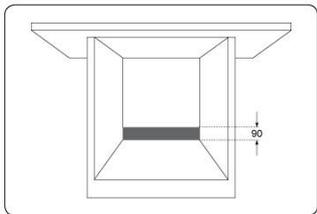

图2
- 当总电源的插座基座位于烤箱安装的开孔空间范围内，该电源基座仅可安装于图2中的阴影区域内。